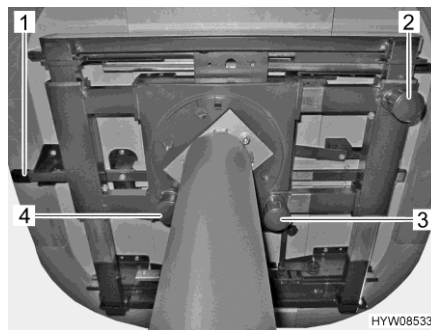
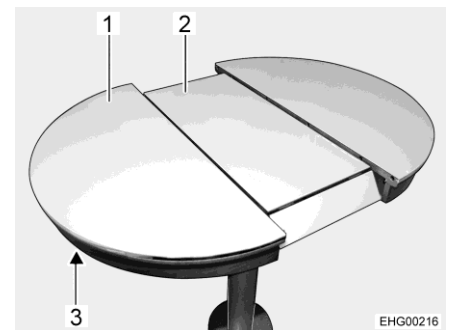

Fig. 88 Posibilidades de ajuste de la mesa
Fig. 89 Ampliar el tablero de la mesa
- Tirar hacia abajo el botón (Fig. 88,3) y mantenerlo ahí.
- Tirar hacia abajo el botón (Fig. 88,2) y mantenerlo ahí.
- Tirar el botón (Fig. 88,4) del bloqueo hacia abajo.
- Presionar el desbloqueo (Fig. 88,1 y Fig. 89,3) hacia arriba.
- Tirar del tablero de la mesa (Fig. 89,1) hasta que la pieza central (Fig. 89,2) se eleve y esté a la altura del tablero de mesa.
- Presionar el desbloqueo (Fig. 89,3) hacia arriba.
- Tirar del tablero de la mesa (Fig. 89,1) hasta que la pieza central (Fig. 89,2) quede libre.